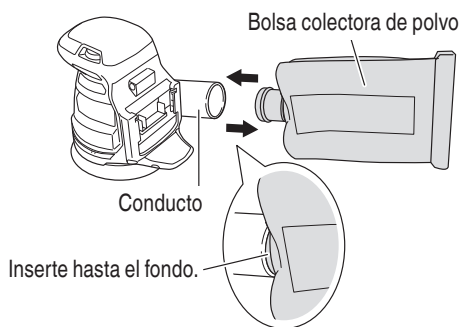

Fig. 8
4. Acoplamiento y extracción de la bolsa colectora de polvo (Fig. 8)